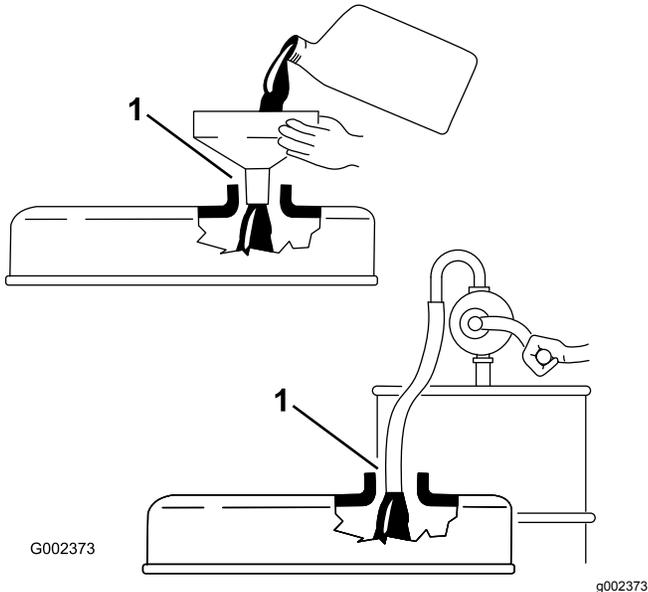

図 27
**重要** エンジンオイルを補給するときには、ディップスティックを抜いておいてください。エンジンオイルを補給する時には、補給口とジョウゴなどの間に必ず図 27 に示すようなすき間が必要です。これは補給の際に通気を確保し、オイルがブリーザ内部に侵入しないようにするためです。